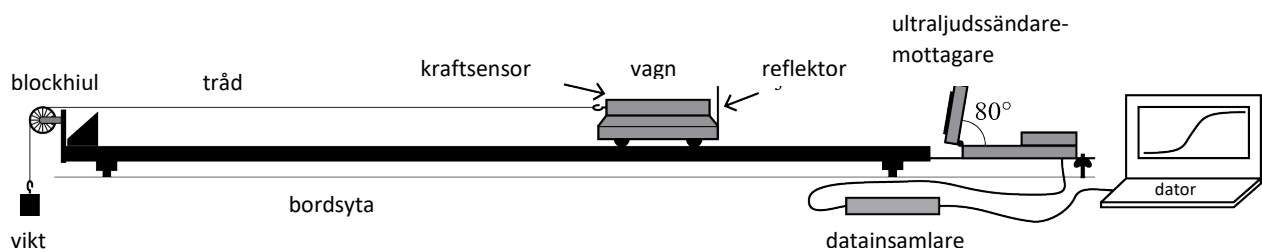

Bild 2. Mätningsskema
En vikt hängs på ändan av tråden, som i bild 2. Vagnen och vikten släpps och vikten drar vagnen längs med skenan, tills vagnen träffar hindret på ändan av banan, och kolliderar elastiskt så att vagnen studsar tillbaka.
6. Gör en testmätning med en 20 g vikt. Placera vikten, vagnen och tråden som i bild 2 och ta bort hinder för ultraljudskonon. Starta mätningen genom att trycka på *Collect* eller genom att trycka på mellanslagstangenten. Släpp loss vagnen.